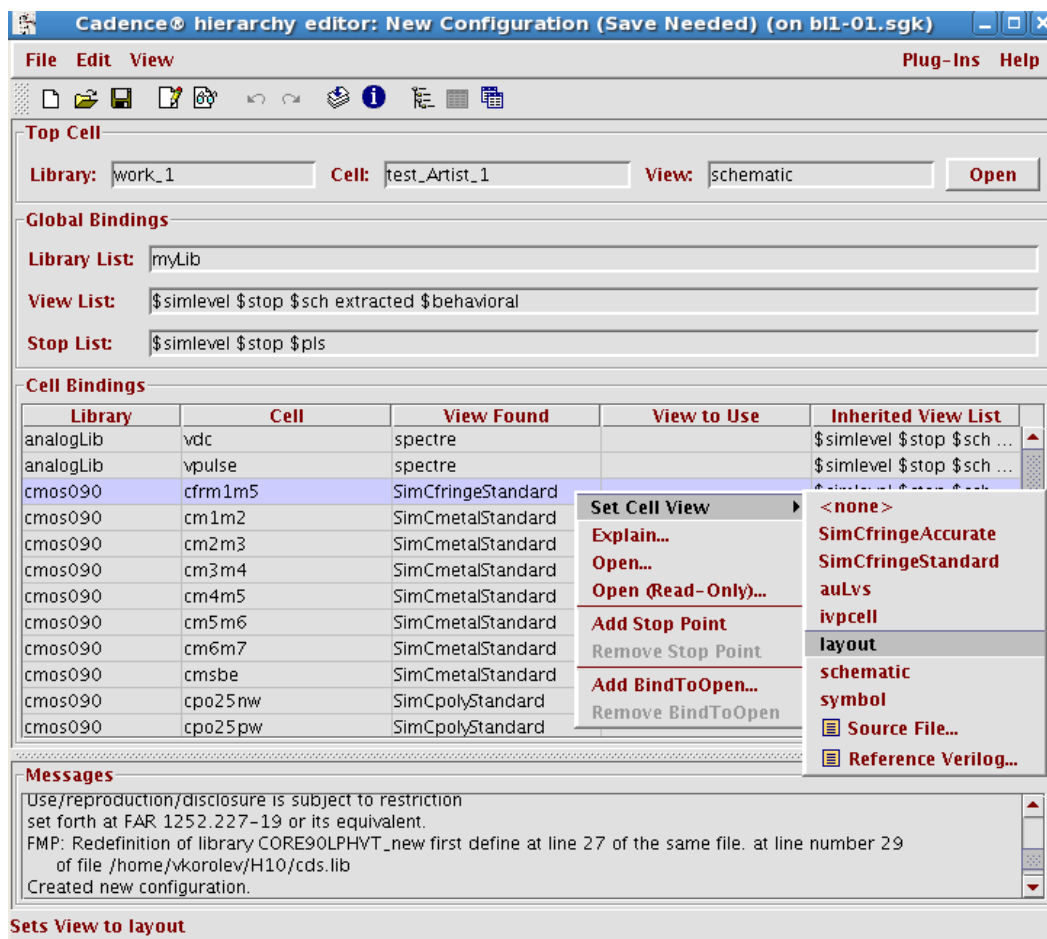

Рис. 6.4. Окно Hierarchy Editor.
- В появившемся окне “Cadence Hierarchy Editor” можно изменить представление элементов вашего проекта на любой из падающего списка, после чего нажать кнопку “Update”, сохранить созданную конфигурацию (рис. 6.4).